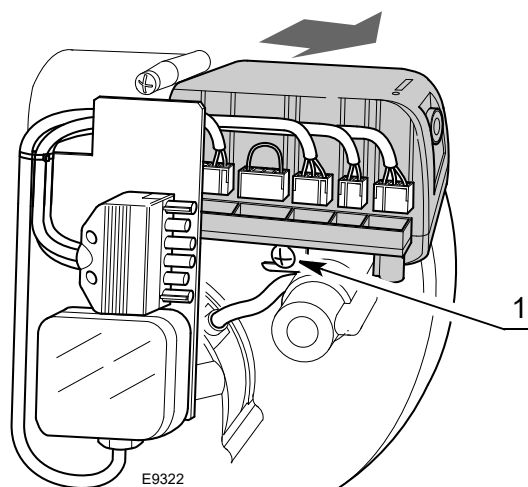

Fig. 14
- sconnettere tutti i connettori ad essa collegati, la spina a 6 poli, i cavi di alta tensione ed il filo di terra (TB);
- svitare la vite 1)(Fig. 14) e tirare l'apparecchiatura nel senso della freccia.
- avvitare la vite 1)(Fig. 14) con una coppia di serraggio da  $1 \div 1,2$  Nm;